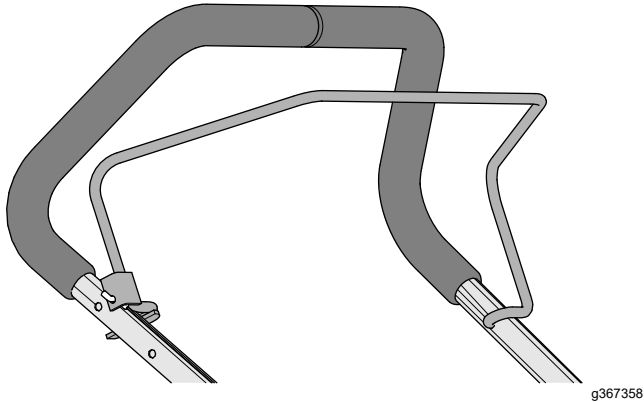

Figure 11
3. Insérez l'extrémité de la barre de présence de l'utilisateur dans le guidon, serrez légèrement un des côtés de la barre et insérez la barre dans le guidon (Figure 11).